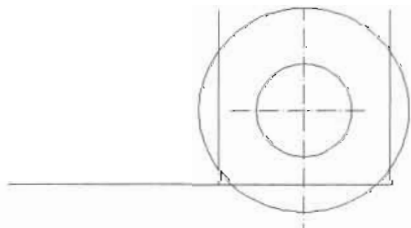

图 10-149
(9) 在命令提示行输入 Mi 并回车, 执行 Mirror (镜像) 命令, 把上一步绘制的垂直直线镜像复制一份, 如图 10-149 所示, 命令执行过程如下。